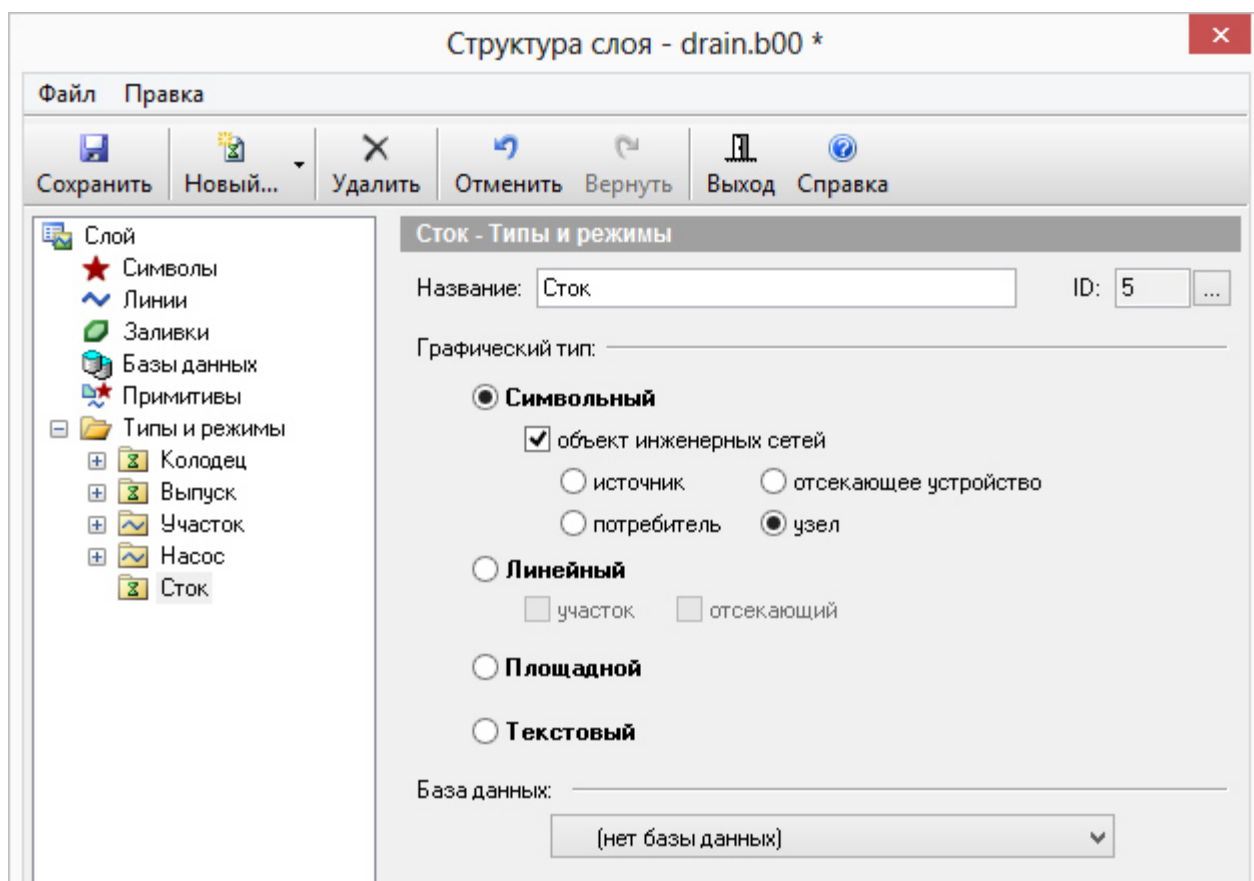

Рисунок 25. Название нового типа
2. В строке *Название* открывшейся закладки введите пользовательское название типа, которое одновременно отобразится и в появившейся строке дерева типов. Например, Сток, как показано на Рисунок 25. «Название нового типа».